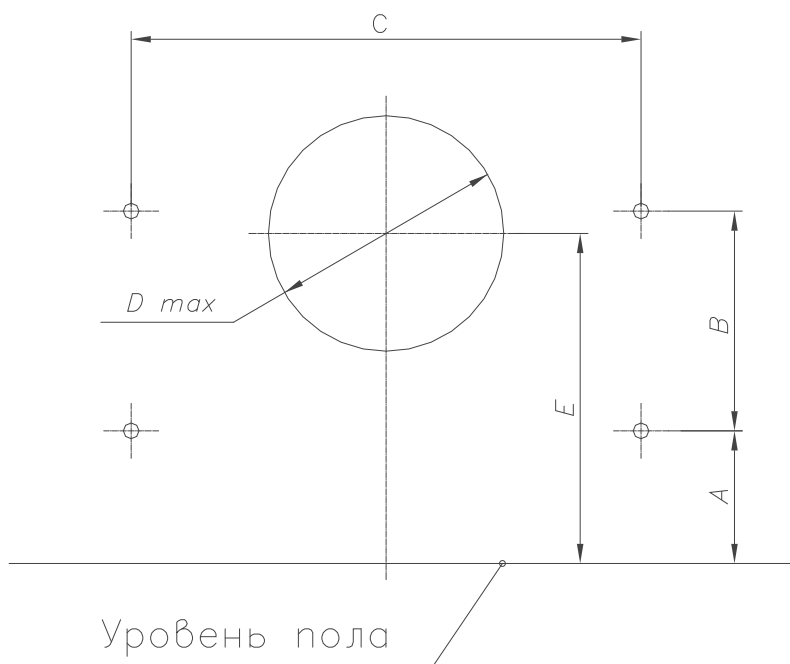

Рисунок 5. Схема расположения отверстий под крепления аппарата (котла)
5.9. Разметить отверстия под установку аппарата (см. рисунок 5) По разметке пробить сквозное горизонтальное отверстие диаметром  $D$  (см. табл. 4)